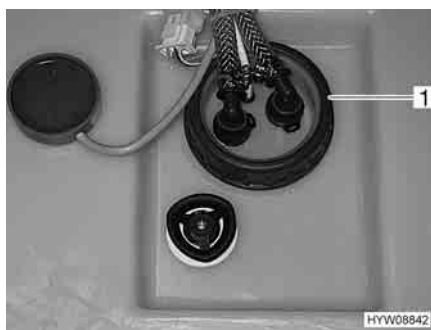

Fig. 169 Apertura per la pulizia sul serbatoio dell'acqua
- Staccare il coperchio (Fig. 169,1) del serbatoio dell'acqua.